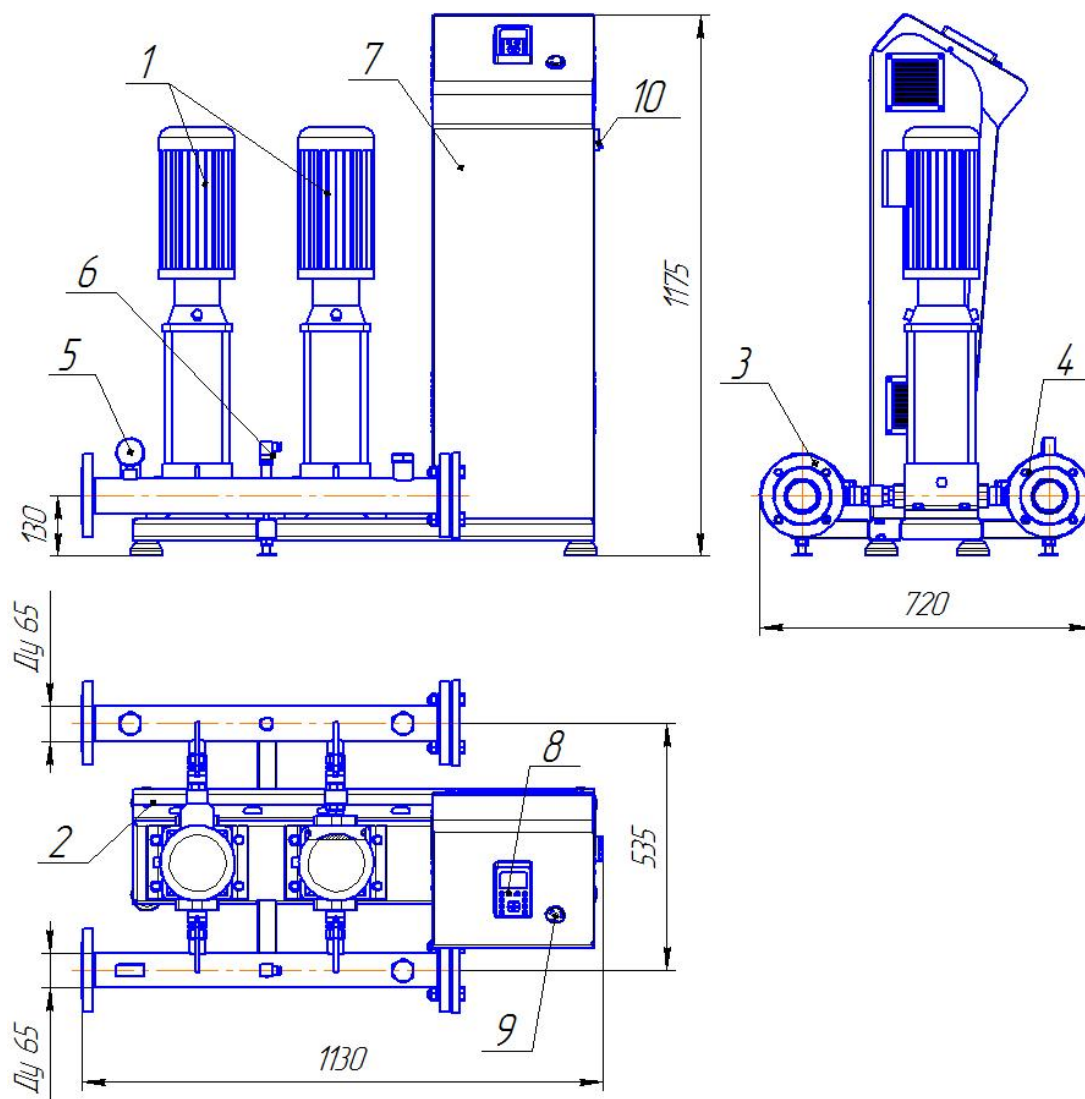

Рис. 1 Внешний вид станции.
3.1 В состав станции (см. рис. 1) входят перекачивающие насосы LVR 3-17 (поз. 1), установленные на основании (поз. 2). Подача перекачиваемой жидкости осуществляется через всасывающий коллектор (поз. 3). Перекачиваемая жидкость через всасывающий коллектор распределяется по насосам и далее, через нагнетательный коллектор (поз. 4) поступает в сеть подачи жидкости потребителям. Контроль давления перекачиваемой жидкости осуществляется с помощью манометра (поз.5). Установленный на нагнетательном коллекторе датчик давления (поз.6), обеспечивает работу схемы управления, смонтированной в корпусе стойки управления (поз.7) с графической панелью (поз.8) и кнопкой аварийной остановки (поз.9). На боковой стенке стойки управления установлен вводной автоматический выключатель станции (поз.10). Для компенсации гидроударов и защиты насосов от частых включений к напорному трубопроводу необходимо подключить гидроаккумулятор.
- Включите электропитание станции от силового шкафа расположенного вблизи станции, при этом засветится графическая панель (рис.1 поз.8).
При подаче сетевого напряжения, засветится графическая панель (рис.1 поз. 8) с отображением основного экрана электронного манометра выходного давления. Внешний вид графической панели изображён на рисунке 2. На основном экране доступны три функциональные кнопки выбора: “ПУСК”, “СТОП” и “МЕНЮ”. Кнопки “ПУСК” и “СТОП” дублируют вкладку “Пуск/Стоп” подменю “Управление”. При нажатии на кнопку “ПУСК” произойдёт запуск насосной станции в ручном или автоматическом режиме. При нажатии на кнопку “МЕНЮ” можно перейти в основное меню.
- подать сетевое напряжение, при этом должна засветиться графическая панель управления (рис.1 поз.8).